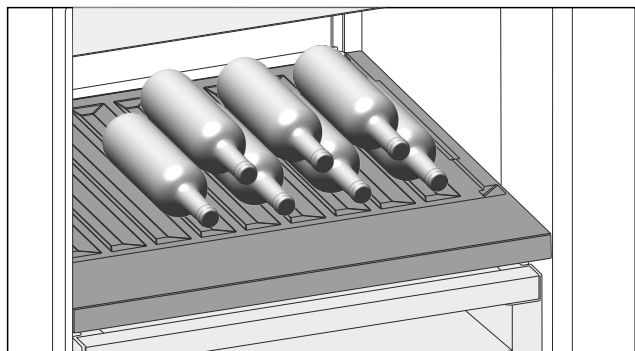

Fig. 97
- Wkładać butelki dnem ustawionym do tyłu, w kierunku ścianki tylnej. (patrz Fig. 97)